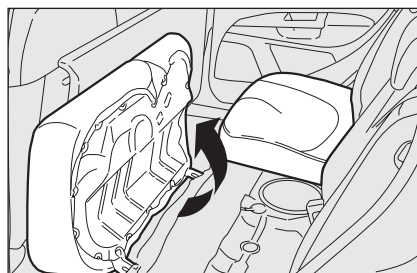

рис. 95
- ☐ наклоните шторки, как показано стрелками **рис. 95**;